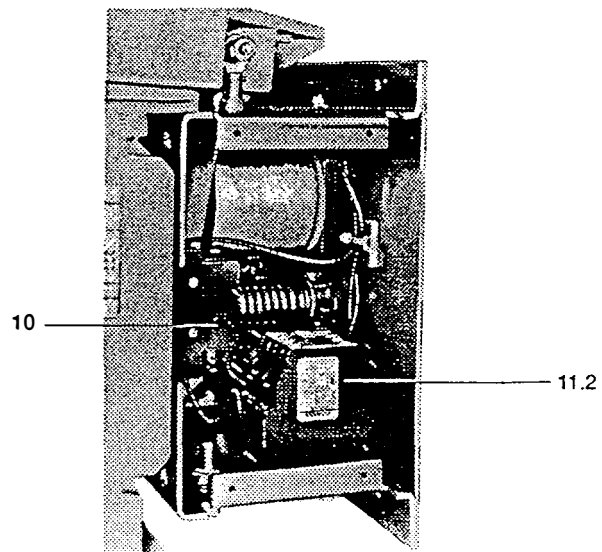

Fig. 5
- ① am Hilfsschütz 11.2 Kontakt 18
- ② am Gleichrichterminuspol
- ④ am Hilfsschütz 11.2 Kontakt 18
- ⑤ am Hilfsschütz 11.2 Kontakt 48 (Hilfsschütz 11.2 s. Fig. 5)
- ① at relay contactor 11.2, contact 18
- ② at rectifier negative pole
- ④ at relay contactor 11.2 contact 48
- ⑤ at relay contactor 11.2 contact 48 (see Fig. 5 for relay contactor 11.2)
(Hilfsschütz 11.2 s. Fig. 5)
(see Fig. 5 for relay contactor 11.2)
- Hilfsschütz 11.2 (Fig. 5) auf die Tragschiene aufsetzen und verriegeln
- Hilfsschalter 10 (Fig. 5) mit einer Schwenkbewegung in den Befestigungswinkel einrasten lassen (Stößel des Hilfsschalters taucht in Führung ein) und festschrauben
- Place relay conductor 11.2 (Fig. 5) on the support rail and lock in position